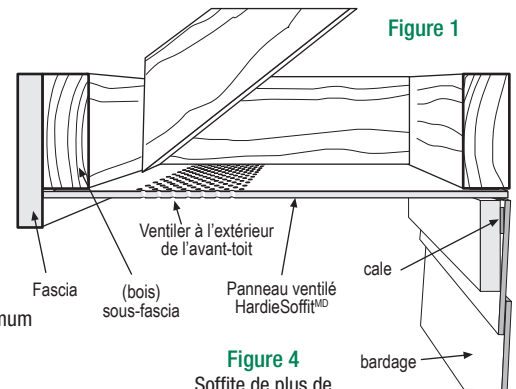

Figure 3
- Tous les bords doivent être soutenus par un encadrement. (figs. 3 & 4)
- Placez les fixations à 9,5 mm (3/8") des bords du panneau et à au moins 50 mm (2 po) des coins lorsque vous utilisez des soffites d'une largeur supérieure à 305 mm (12") (fig. 4) et à au moins 25 mm (1") des coins lorsque vous utilisez des soffites d'une largeur inférieure ou égale à 305 mm (12") (fig. 3).